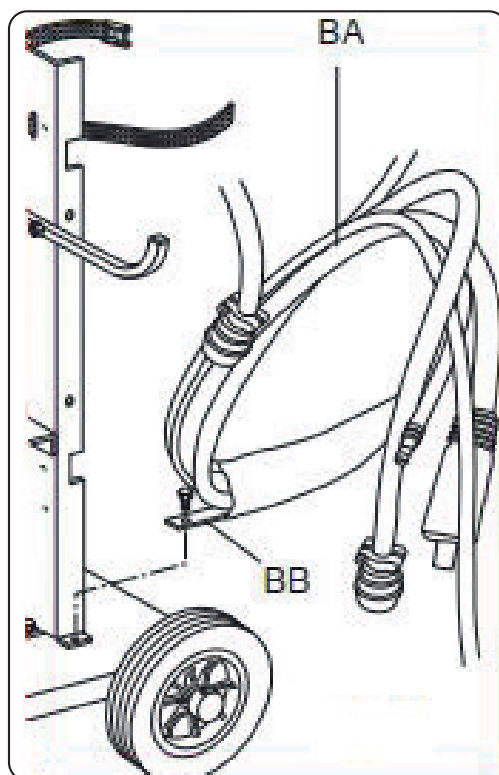

Fig 3
- ◆ Bloccare l'estremità della connessione BA, fissando la linguetta BB al fondo della macchina (vedi fig.3).